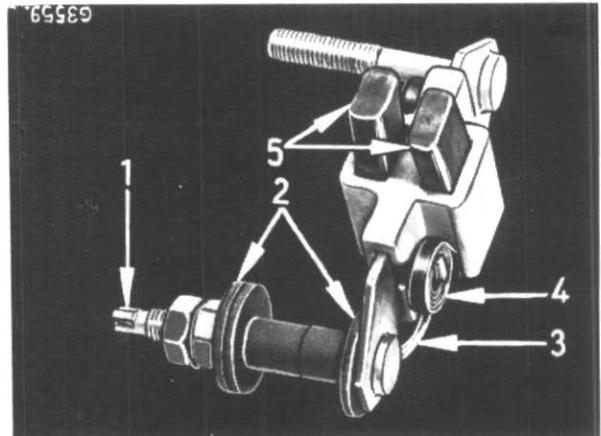

Figure 53
Vérifiez l'état d'usure des balais (5) fig. 53, ainsi que la tension et l'état du ressort (4). Reportez-vous aux "Caractéristiques techniques".